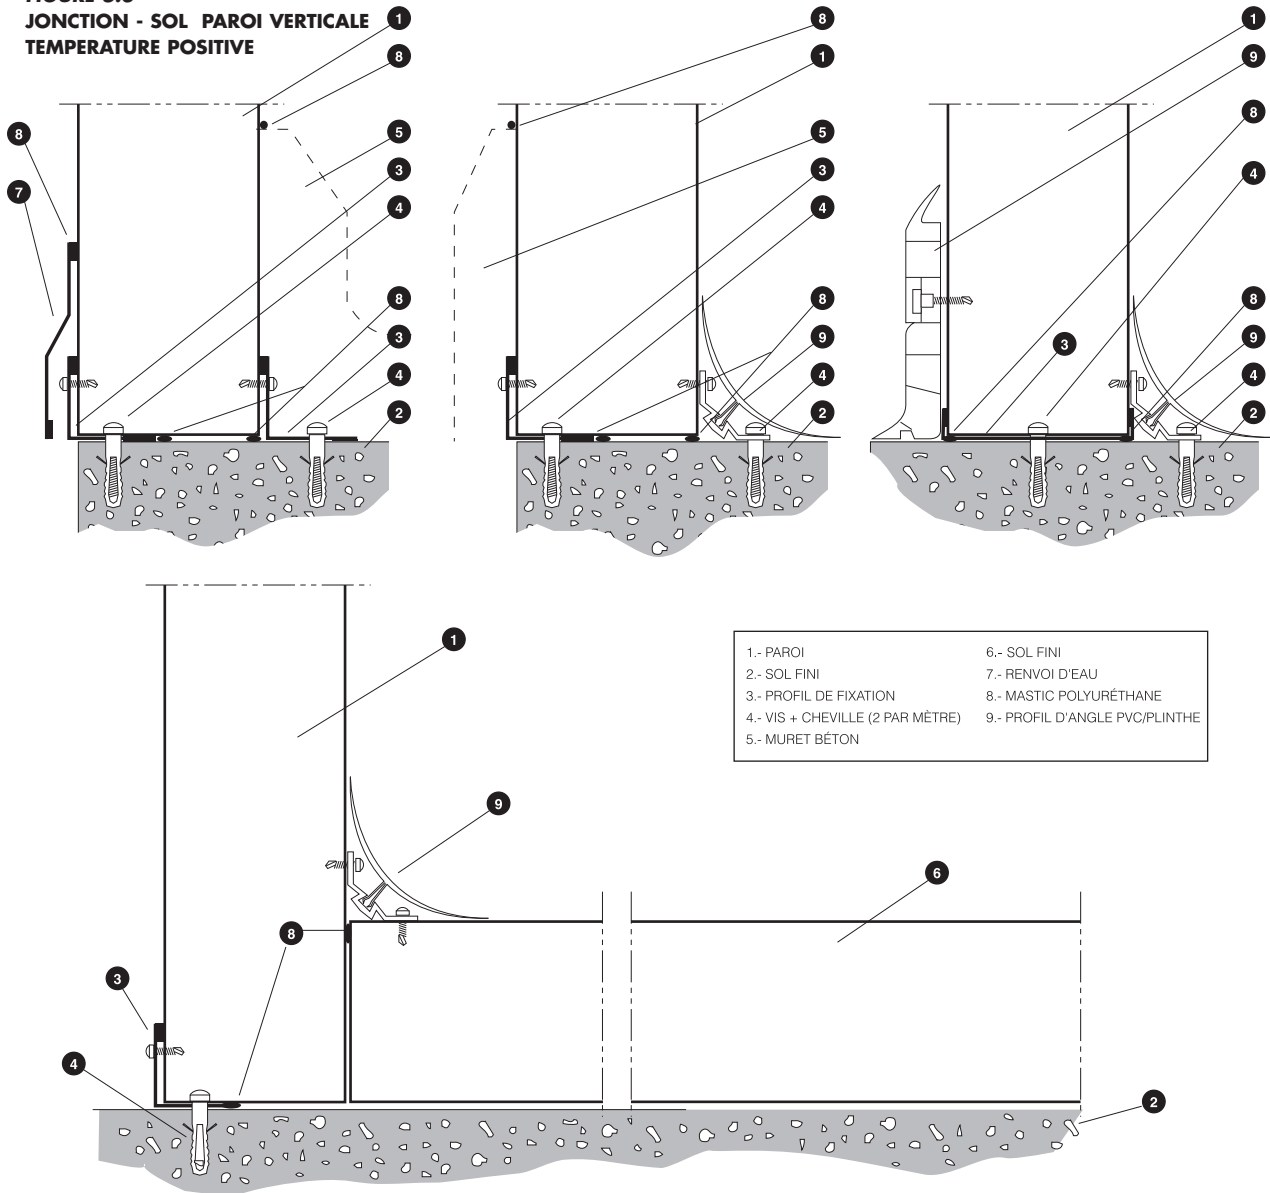

FIGURE 6.4 JONCTION PAROI-PAROI EN ANGLE
- Jonction paroi – paroi en angle (Figure 6.4)